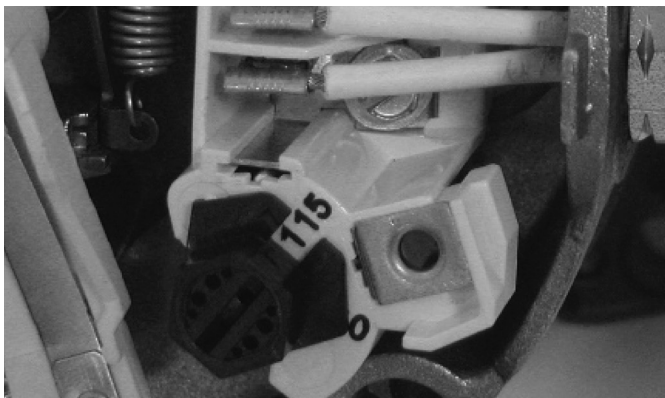

**Figura 8: Voltaje configurado a 230 voltios, tipo enchufe**
4. Conecte los conductores de alimentación de entrada a los dos tornillos exteriores del interruptor de presión como se muestra en la Figura 8.
5. Conecte la puesta a tierra a una de las conexiones a tierra, como se muestra en la Figura 8.